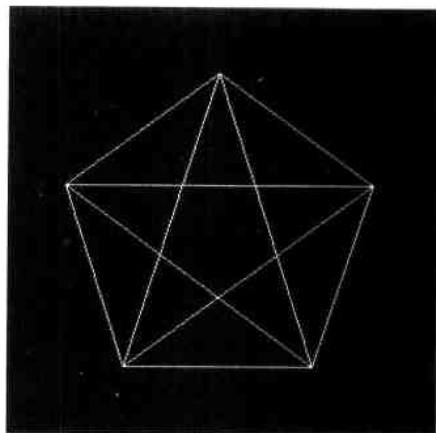

图 1-4 连成五角星
(4) 单击绘图工具条上的【直线】命令，按照捕捉的提示光标，单击左键确认。依次连接正五边形的各个顶点，如图 1-4 所示。连接完成后，单击左键退出【直线】命令。